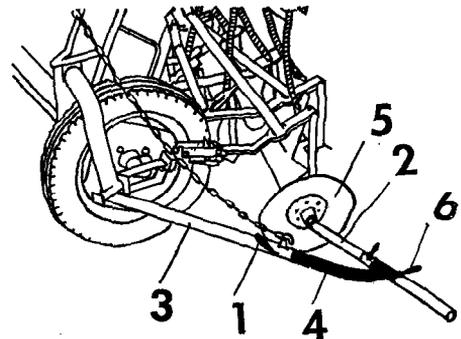

Abb. 4a
Die Knebelschraube (1) lösen, das Verstellrohr (2) aus dem Halterohr (3) ziehen und in dieses Halterohr den Verkürzer (4) hineinschieben (s. Abb. 4a), Knebelschraube (1) festziehen!